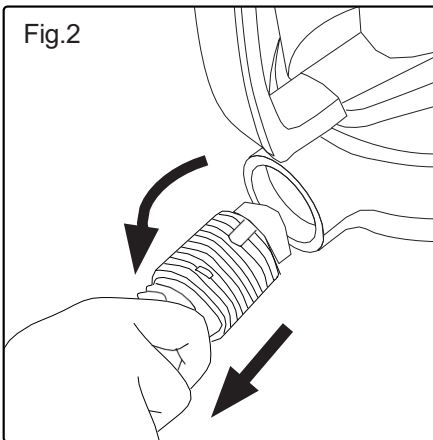

Fig.3
- ♦ Du kan bruge parkeringshjælpen på bagsiden af støvsugeren ved at skyde kroen på børsten ind i fordybningen på bagsiden af apparatet (fig. 3).